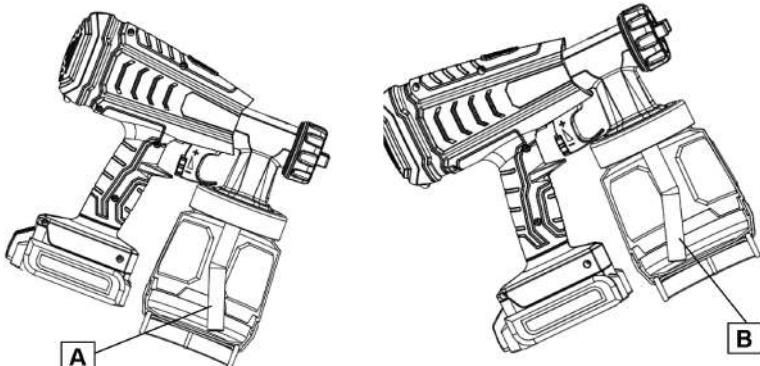

Рис. 3
- Отрегулируйте положение всасывающей трубы (Рис. 3).
Содержимое бачка должно распыляться почти без остатка. При нанесении ЛКМ над головой установите всасывающую трубку в положение А (Рис. 3). При распылении ЛКМ на лежащие объекты всасывающая трубка устанавливается в положение В (Рис. 3).